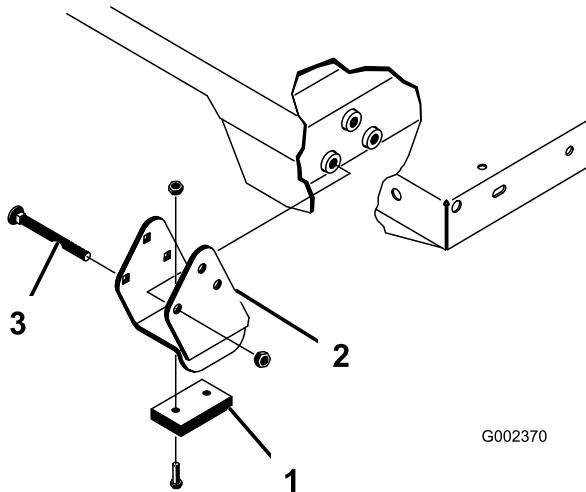

Figura 35
Nota: Assicuratevi che le staffe distanziali e i blocchi di usura (Figura 35) siano montati con le teste dei bulloni a testa tonda posizionate all'interno della macchina.
2. Impostate attentamente il pianale sul telaio della macchina, allineando i fori della piastra di articolazione del pianale posteriore con i fori nel canale del telaio posteriore e montate i 2 perni con testa e gli acciarini (Figura 35).
4. Inserite il perno con testa dall'esterno del pianale, con l'acciarino posto sull'esterno (Figura 35).